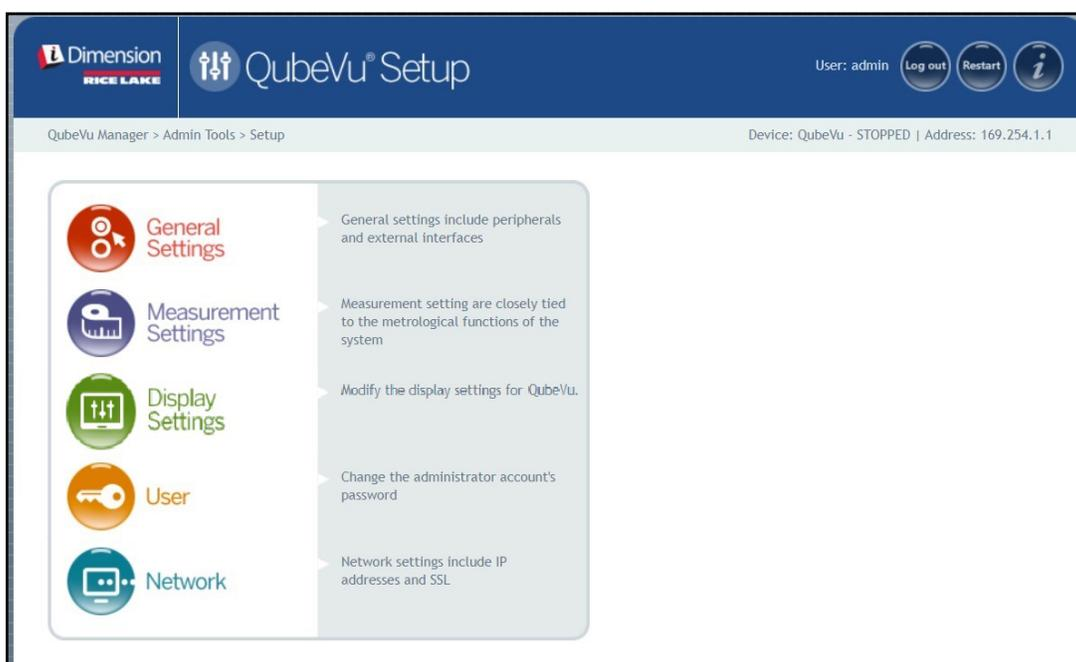

Figura 5-1. Menú Setup
- Seleccione  **General Settings** en el menú **Setup** (Puesta en servicio) (Figura 5-1 en la página 24). Aparecerá el menú **General Settings** (Ajustes generales).